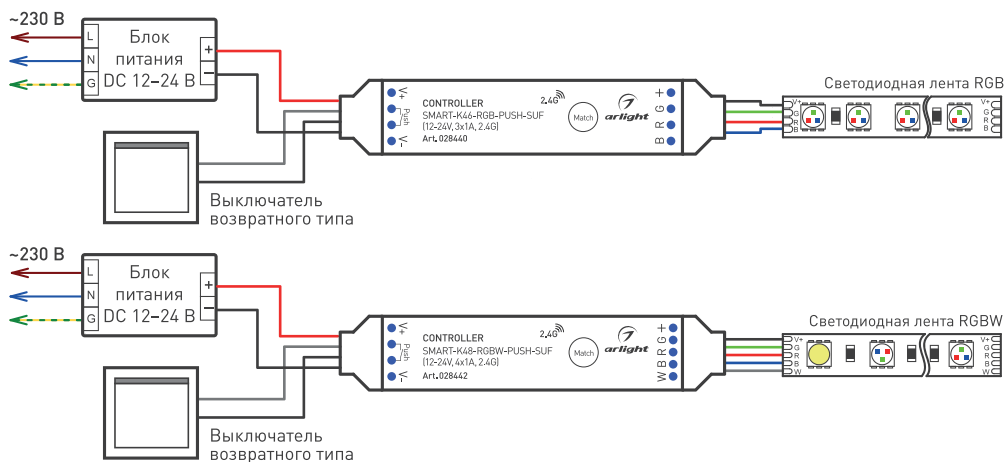

Рис. 1. Схема подключения контроллеров SMART-K46-RGB-PUSH-SUF и SMART-K48-RGBW-PUSH-SUF
- 3.2. Подключите контроллер согласно схеме, приведенной на рис. 1.